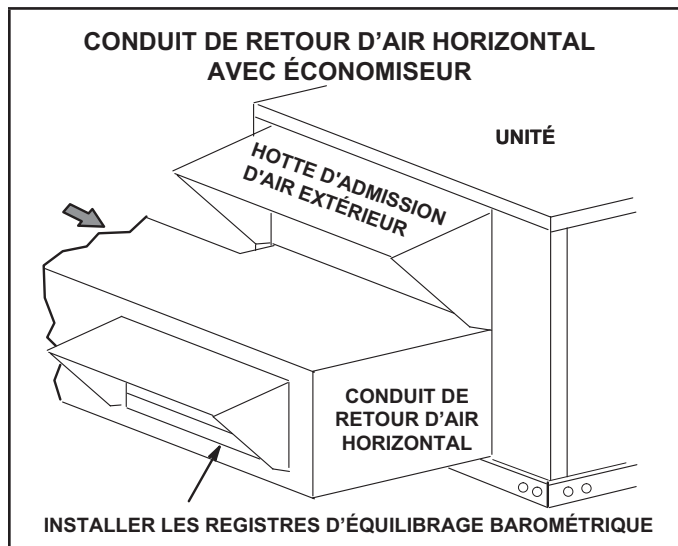

FIGURE 4
- 5 - Installer le conduit de retour d'air sous l'admission d'air extérieur. Voir FIGURE 4. Installer le registre d'équilibrage barométrique dans la hotte inférieure et l'installer dans le conduit comme indiqué à la FIGURE 4.